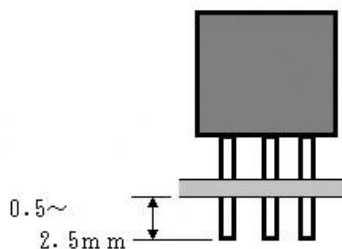

図10 突き出し寸法
(4) 突き出し寸法（図10）は0.5~2.5mmとし、2.5mmを超えるものは切断して、はんだ付けすること。切断面は、はんだめっきを施すこと。